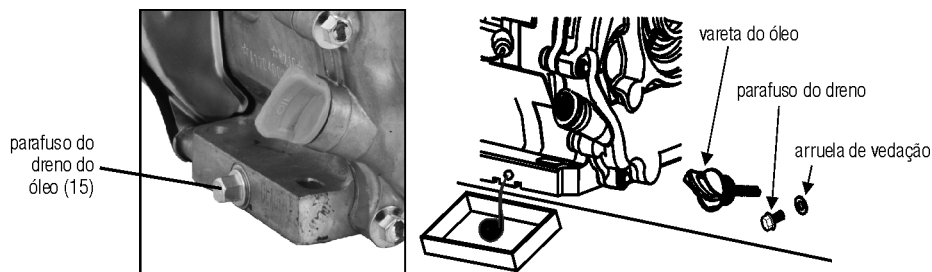

Fig. 11 – Troca de óleo
- 4 – Remova a tampa de dreno do cárter (fig. 11);